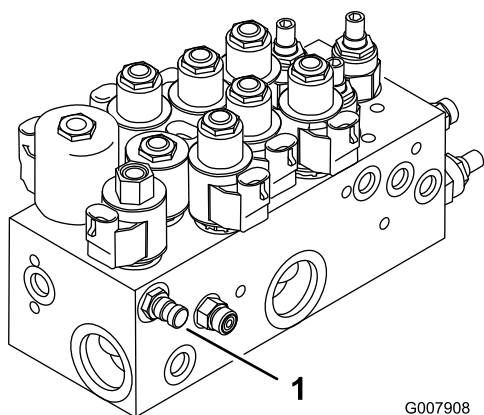

Bild 75
1. Mit dem Testanschluss A (Bild 75) wird der Hydraulikschaltkreis für die Hubzylinder geprüft.